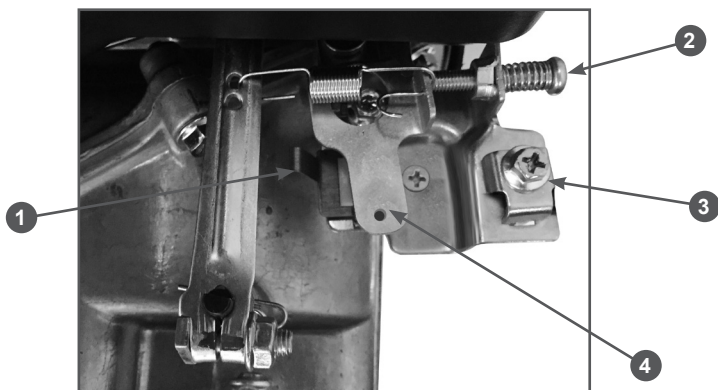
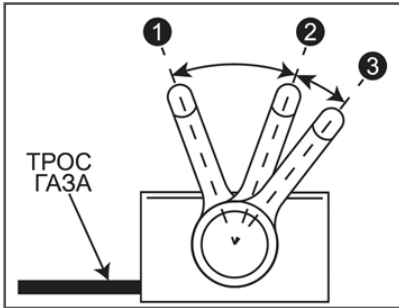

Рис. 3 Панель управления
Рис. 5 Рабочие положения рычага газа
1. Открутите болт скобы крепления троса газа и снимите скобу 3 крепления троса газа (Рис. 3).
После правильной регулировки троса газа рычаг газа имеет 3 рабочих положения (Рис. 5).
При установке рычага газа в положение «3» (Рис. 5), рычаг 4 управления оборотами двигателя должен нажимать на контактную пластину 1 (Рис. 3).
При установке рычага газа в положение «1» (Рис. 5), рычаг 4 управления на панели управления двигателем должен упираться в винт 2 ограничения максимальных оборотов двигателя (Рис. 3).
2. Установите рычаг газа в положение между положениями «1» и «2» (Рис. 5).
При возникновении аварийной ситуации, для экстренной остановки двигателя переведите рычаг газа в положение «3» (Рис. 5).
2. Переведите двигатель в режим холостого хода, для этого рычаг газа переведите в положение «2» (Рис. 5).
4. Переведите рычаг газа в положение «3» (Рис. 5), двигатель должен остановиться.